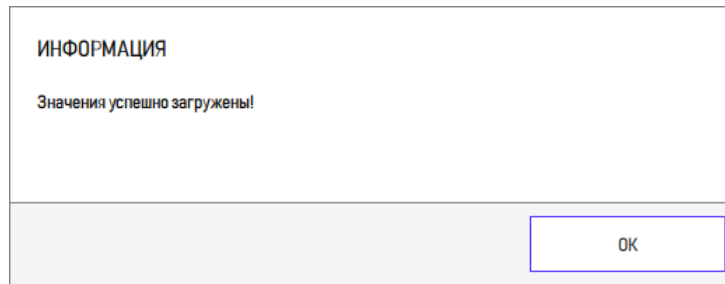

Рисунок 35 – Информационное окно
3) По завершении загрузки выводится информационное сообщение с информацией об успешном завершении импорта (рисунок 35).